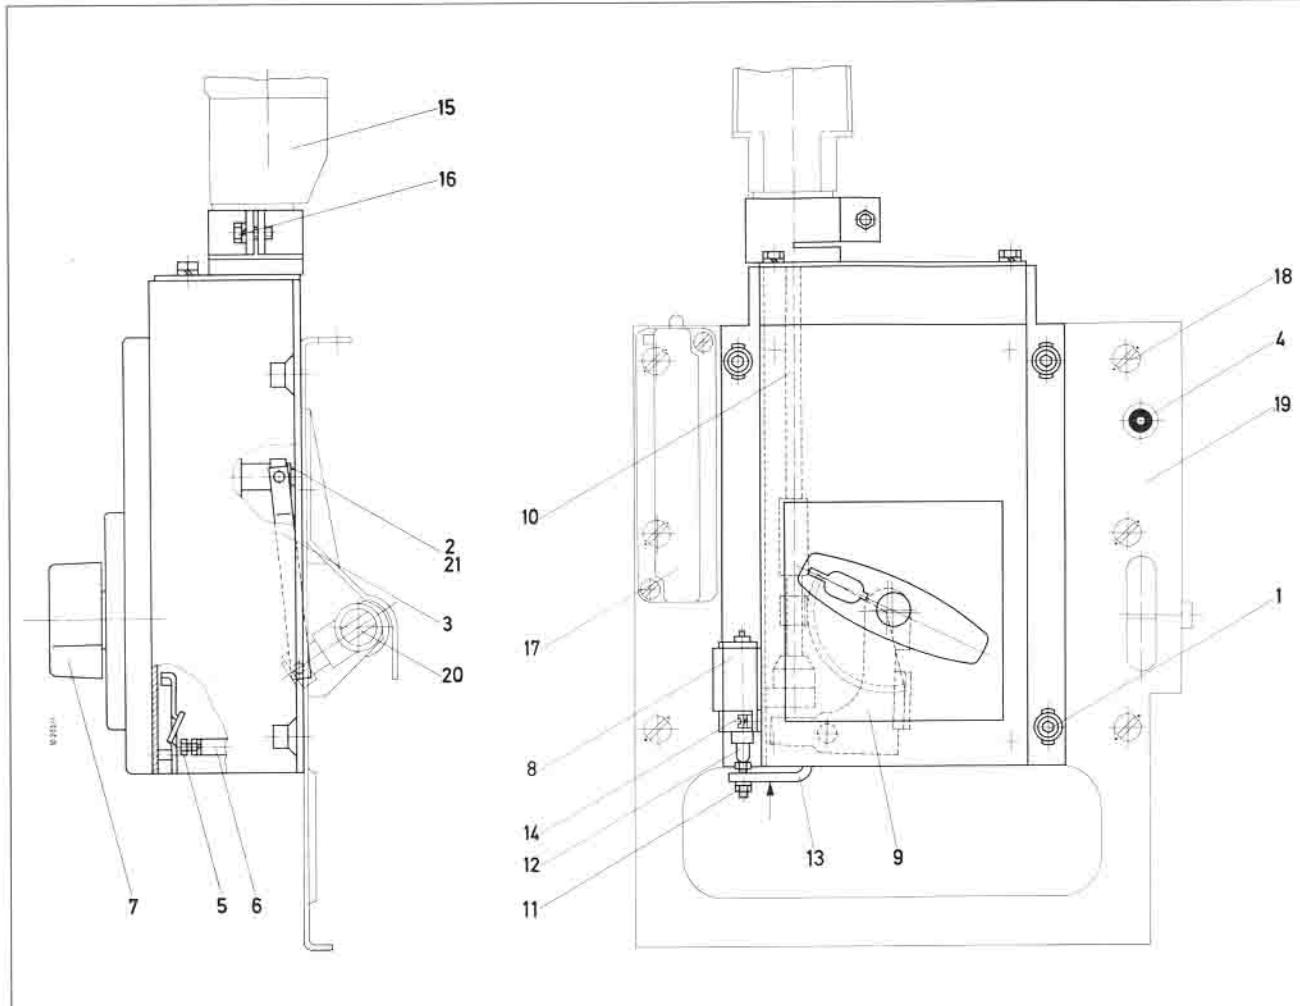

Fig. 5
(Fig. 5)
3.4 Replacing the switch-drive module (Fig. 5)
9. Auslösegestänge des Frontantriebs nicht eingestellt. (zu lang!)	Einstellung durch verdrehen der Schraube (Pos. 5 in Fig. 5) wie unter »Auswechseln des Antriebes« beschrieben.
14. Antrieb sitzt zu tief.	Befestigungsschrauben (1) lösen und Antrieb nach oben verschieben wie unter »Auswechseln des Antriebes« beschrieben (nach Fig. 5).
18. Endschalter schließt nicht bei Erreichen der EIN-Stellung (Unterbrecherschütz K 1 wird nicht zugeschaltet).	Die Einstellung des Endschalters erfolgt wie unter »Auswechseln des Antriebes« beschrieben (nach Fig. 5).